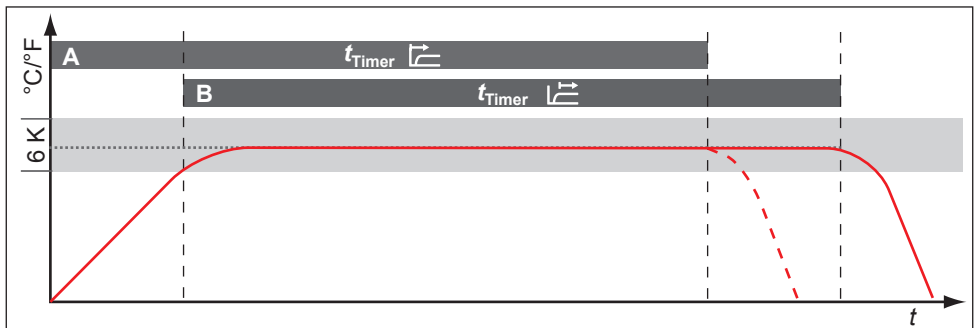

Abb. 26 Timer Mode
Hier kann eingestellt werden, ob die digitale Rückwärtsuhr mit Zielzeitangabe (Timer, siehe Seite 30) sollwertabhängig arbeiten soll oder nicht – das heißt, ob die Timerlaufzeit erst beginnen soll, wenn ein Toleranzband von ±3 K um die Solltemperatur erreicht ist (Abb. 26, B), oder bereits unmittelbar nach dem Aktivieren des Timers (A).